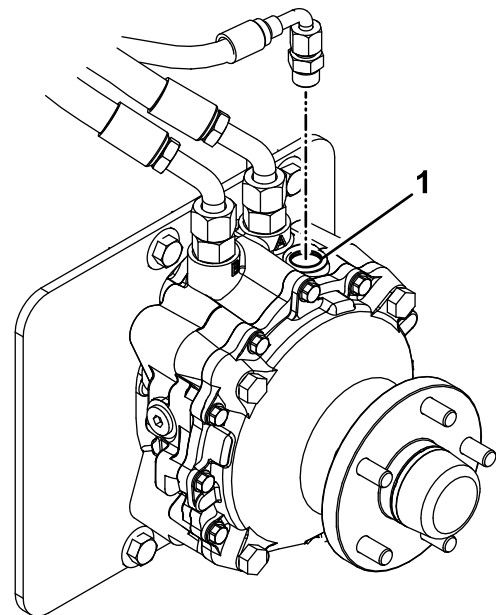

**Figura 69**
9. Retire el tapón del orificio de llenado situado en la parte superior de cada motor de rueda (Figura 69).